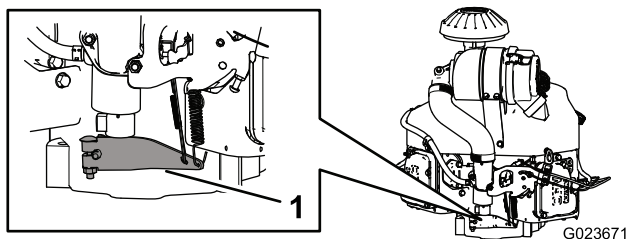

Figura 67
3. Spingete l'estremità a molla del braccio del regolatore verso il basso (Figura 67).